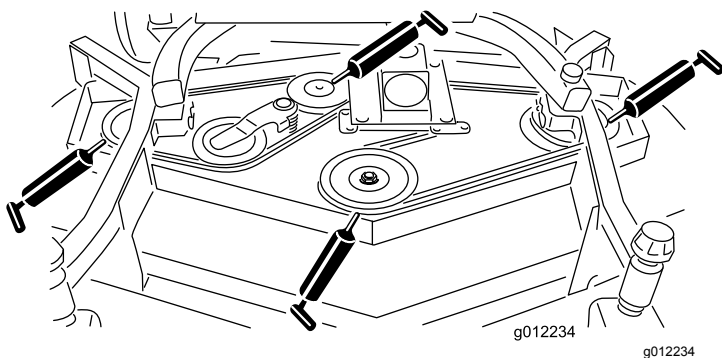

Figura 21
- Cuscinetti (3) dell'asse del mandrino (situati sotto la puleggia) (Figura 21)
- Cuscinetti dell'asse della leva di rinvio (Figura 21)